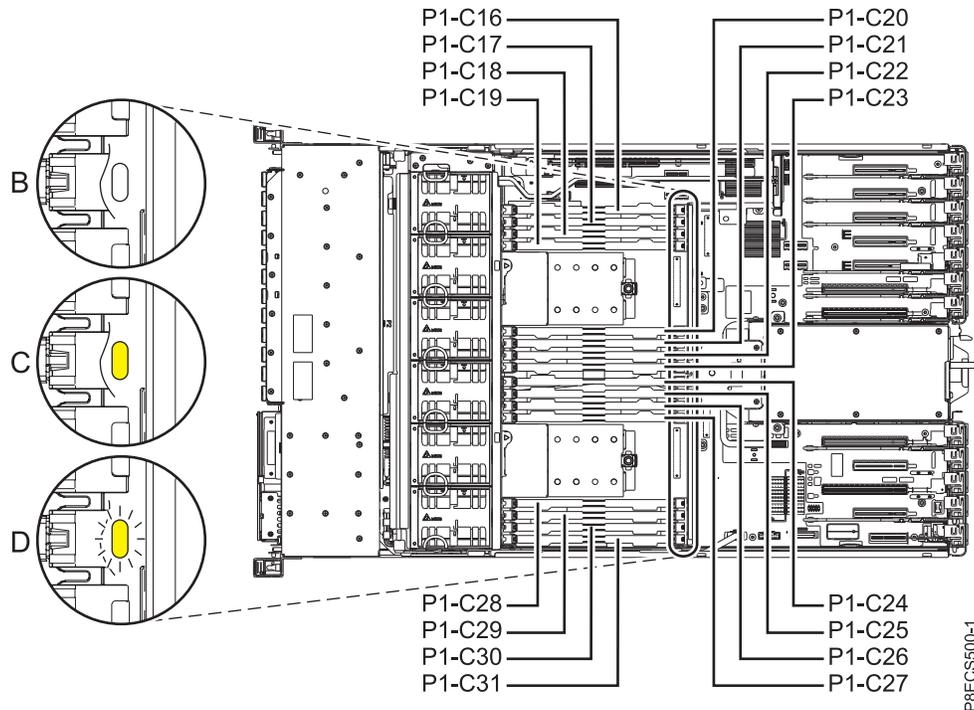

Abbildung 9. LEDs für ein funktionierendes und ein fehlerhaftes Speichermodul
- f. Überprüfen Sie, ob die gelbe Anzeige für das ausgetauschte Speichermodul **aus** ist, wie in **(B)** in Abb. 9 dargestellt.